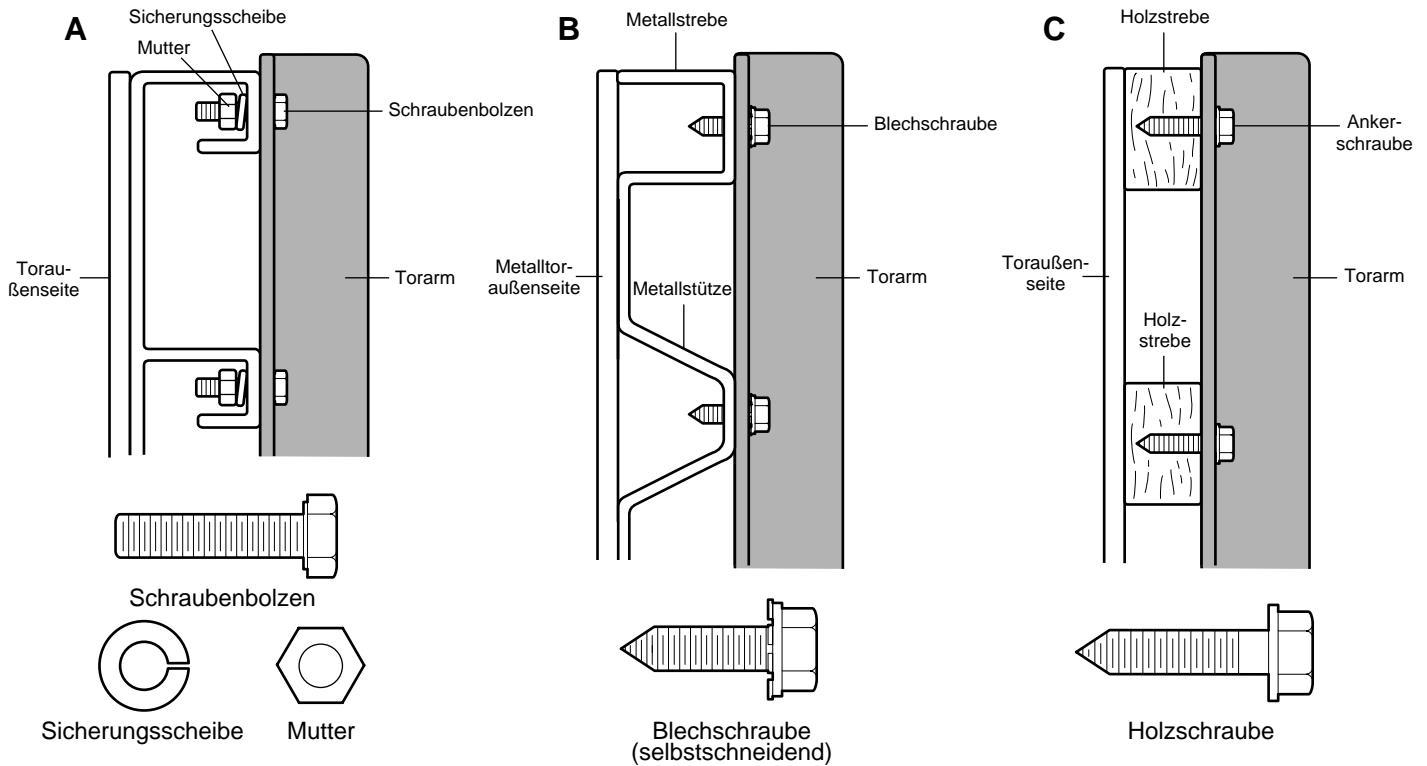

Abb. 12
- Torarm mit den jeweils zugehörigen mitgelieferten Kleinteilen anmontieren (Abb. 12).